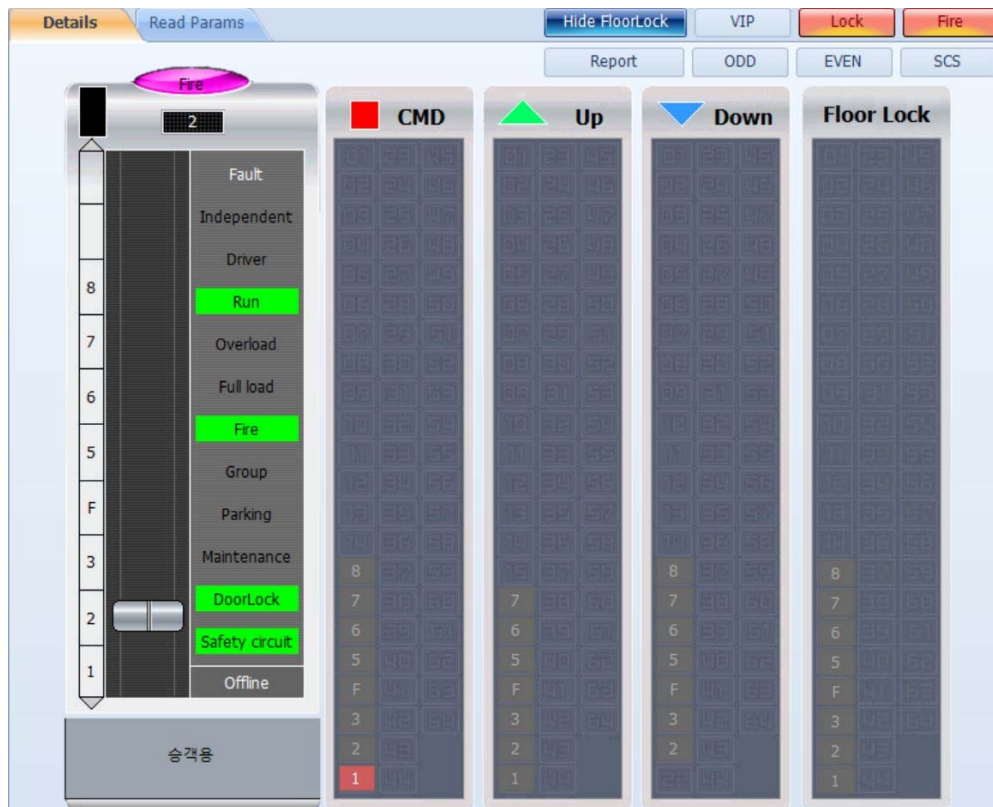

Fig. 4.4.15
- 인증코드를 입력 후 확인을 누르면 엘리베이터는 모든 콜을 소거하고 소방모드로 진입하여 소방대기층으로 운행한다. Fig 4.4.15 참조.